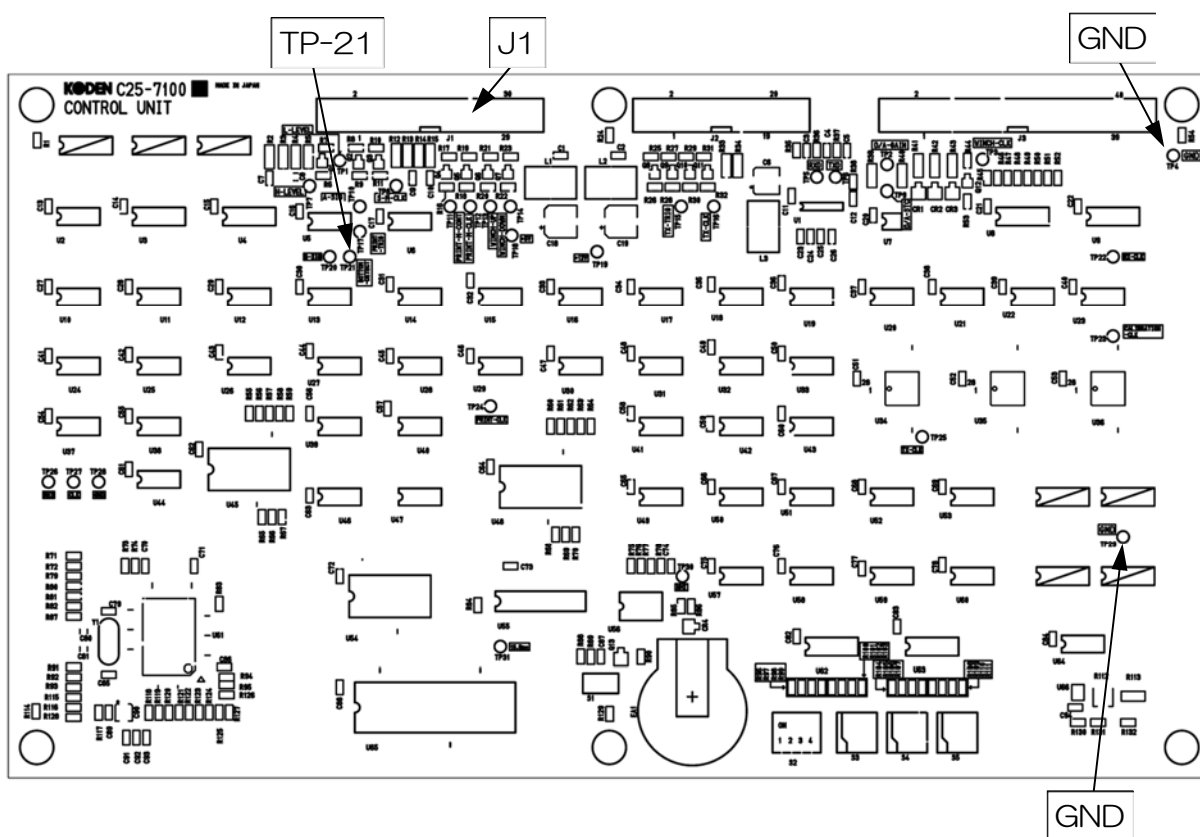

図 4.5 C25-7100 TP-21、GND 端子配置説明図
4. C25-7100 の TP-21 と GND (C25-7100 の止めねじでも可) 間をテスターで確認します。(図 4.5 参照)